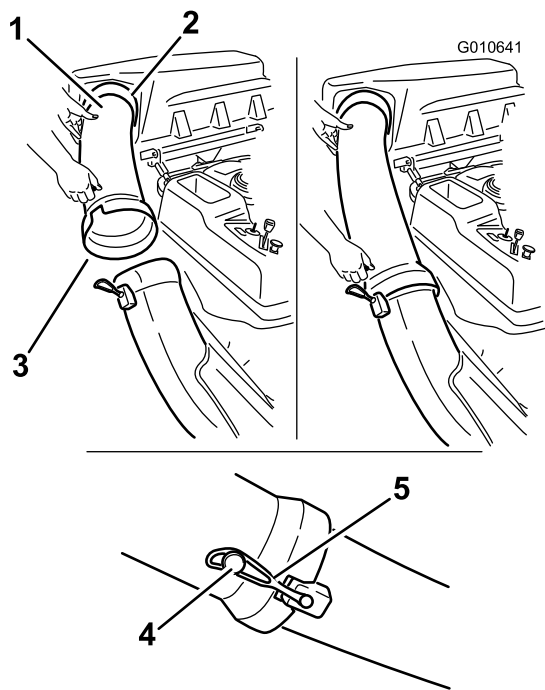

Figura 21
1. Introduzca el extremo curvo del tubo de descarga en el orificio de la tapa del ensacador (Figura 21).
2. Coloque el extremo abocinado del tubo de descarga sobre el extremo del conducto. Enganche la correa de goma del conducto alrededor de la clavija del tubo de descarga (Figura 21).